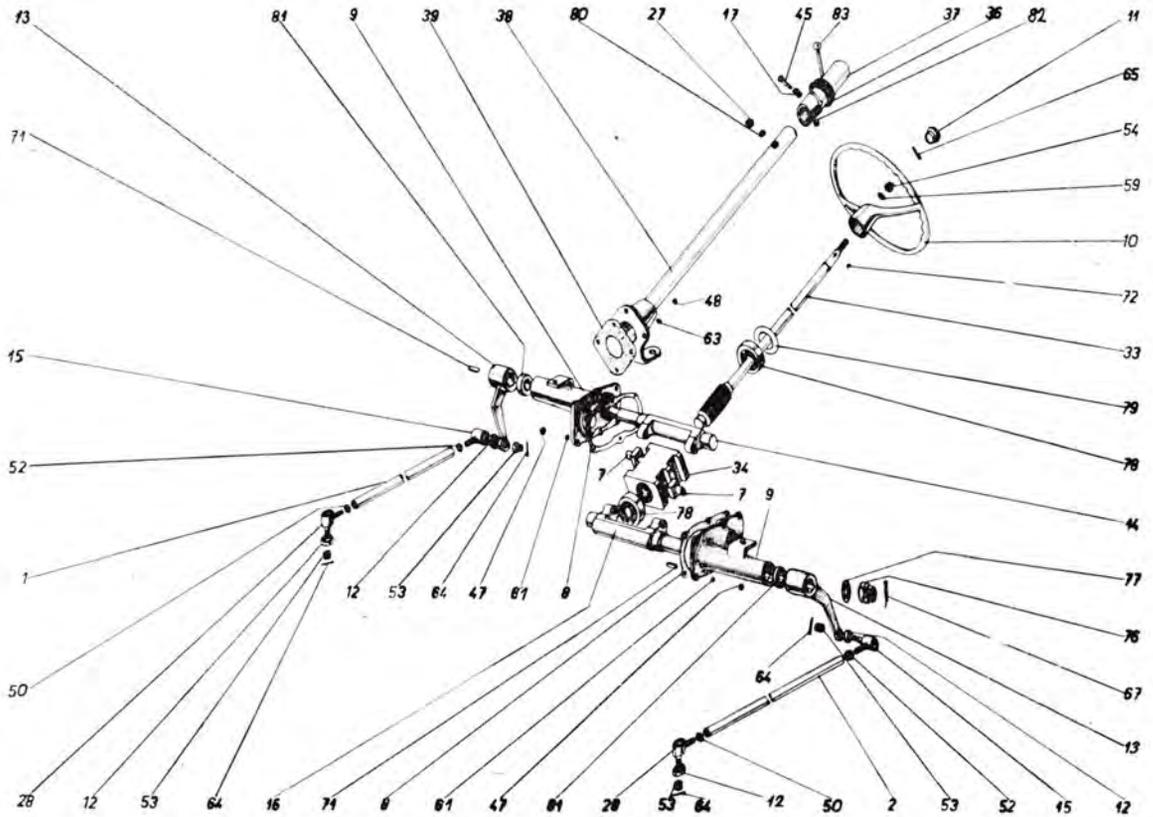

Abb. 86
Die Lenkung ist im vorderen Teil des Getriebegehäuses angeordnet. An der Lenkradwelle (Abb. 86/33) ist auf einem Keil (72) das Lenkrad (10) gelagert, das mit einer Unterlagscheibe (59), einer Kronenmutter (54) und einem Splint (65) gesichert ist.
4. Sechs Muttern M 8 (Abb. 86/47) sind aus der linken und rechten Buchse der Lenkwelle abzuschrauben und die Buchsen von den Wellen samt Wellendichtungen, die in die Buchsen eingepresst sind, abzunehmen. (Achtung auf die Erdung des Regelrelais.)
5. Der Keil und das Lenkrad sind auf die Lenkwelle aufzufetzen. Durch Drehen des Lenkrades nach links wird die Lenkschraube (Abb. 86/33) aus
der Mutter (Abb. 86/34) ausgeschraubt, wodurch gleichzeitig das obere Kegelrollenlager 31305 aus dem Lenkgehäuse herausgepresst wird.